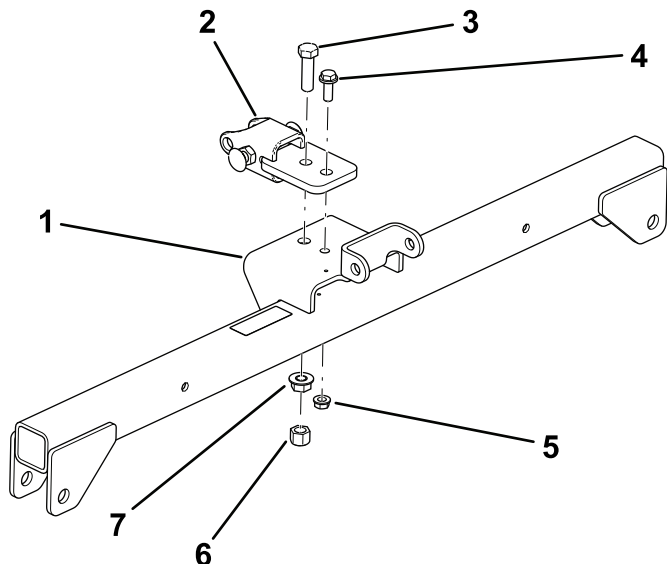

图3
1. 用螺栓 $\frac{1}{2} \times 1\frac{3}{4}$ 英寸、凸缘螺母 $\frac{1}{2}$ 英寸和六角螺母 $\frac{1}{2}$ 英寸将牵引杆松松地安装到吊架组件图3的前孔。